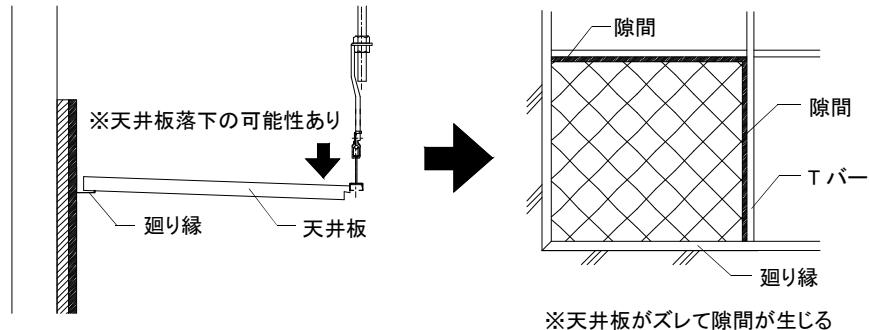

図2-8-1 天井板切断例(必要寸法より短い場合)
- ② 壁際周辺の天井板については、現場で必要寸法を実測して切断して天井板を載せ掛ける。設置時は、以下の点に留意すること。
- 6) 壁際やコーナー部の天井板を設置の際、必要寸法より短い場合はTバーとの間に隙間が空き天井板が落下する恐れがあるため、必ず必要寸法で切断すること。(図2-8-1参照)